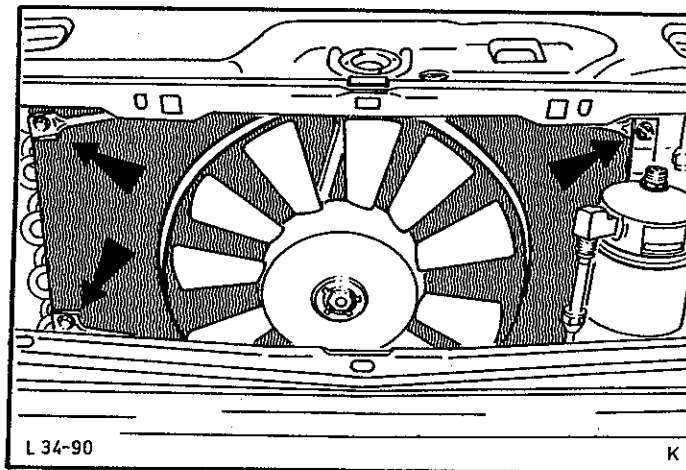

Abb.50 Trockner und Elektrolüfter komplett mit Halter vom Kondensator abbauen
8. Verbindungsleitungen vom Trockner komplett mit Halter vom Kondensator abbauen (2 Muttern), Abb.50, und Kabel vom Lüfter abziehen.